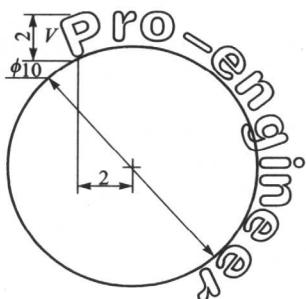
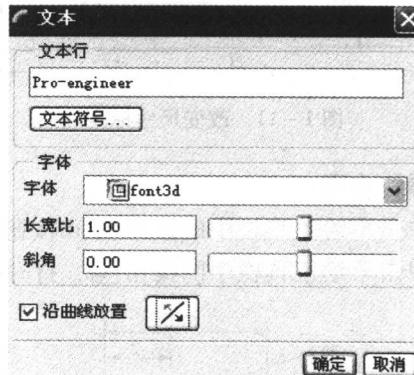

图 1-7 【练习 1-4】完成图
图 1-8 “文本”对话框
**【练习 1-4】** 使用“文本”、“圆”、“样条线”命令，绘制如图 1-7 所示的图形。
在如图 1-8 所示“文本”对话框输入 Pro-engineer，设置字体为 font3d，并选中“沿曲线放置”，选择半径为 5 的圆。单击 $\text{X}$ 按钮，将文本放置在圆的外侧。如图 1-7 所示。